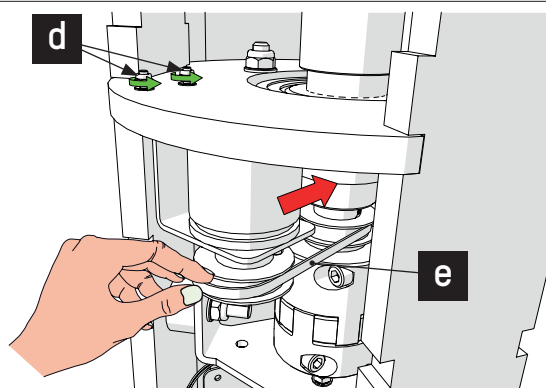

Fig. 34 - Rembyte (Utlösare)
4. Skruva loss de två låsmuttrarna (d) så att remmen (e) kan lossas helt och separeras från de två remskivorna (fig. 34);